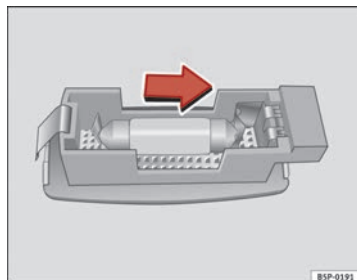

Fig. 200 Smontaggio della luce dell'aletta parasole
- Estrarre con cautela il coprifanale utilizzando il cacciavite dal lato piatto, come indicato nella figura → fig. 200.
- Rimuovere la lampada, muovendola verso l'esterno nel senso della freccia → fig. 200.